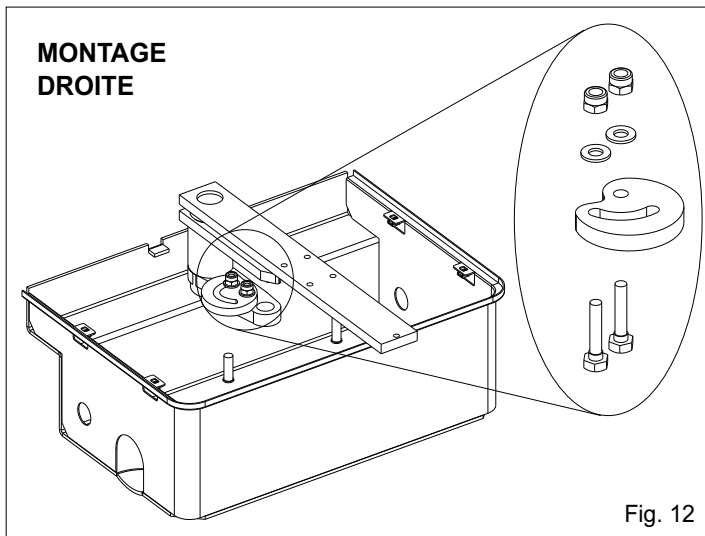

Fig. 12
2.7. Insérer la came de fin de course à l'ensemble manivelle et fixer la avec les vis spéciales (montage à gauche Fig. 11, montage à droite Fig. 12)